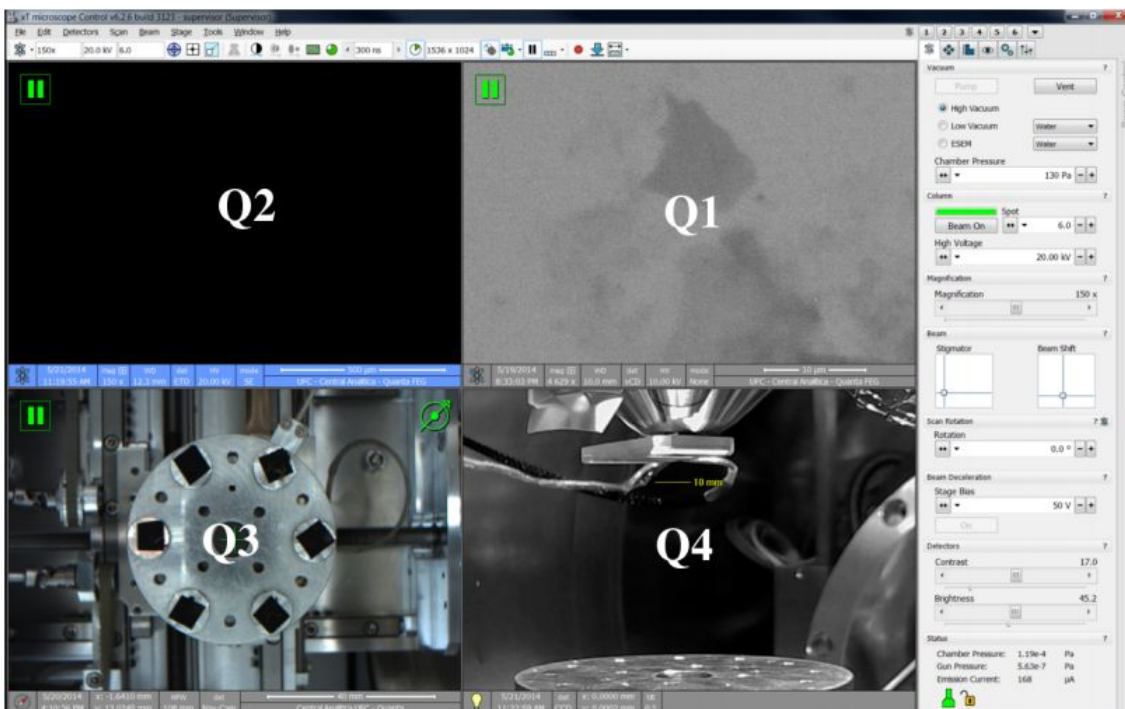
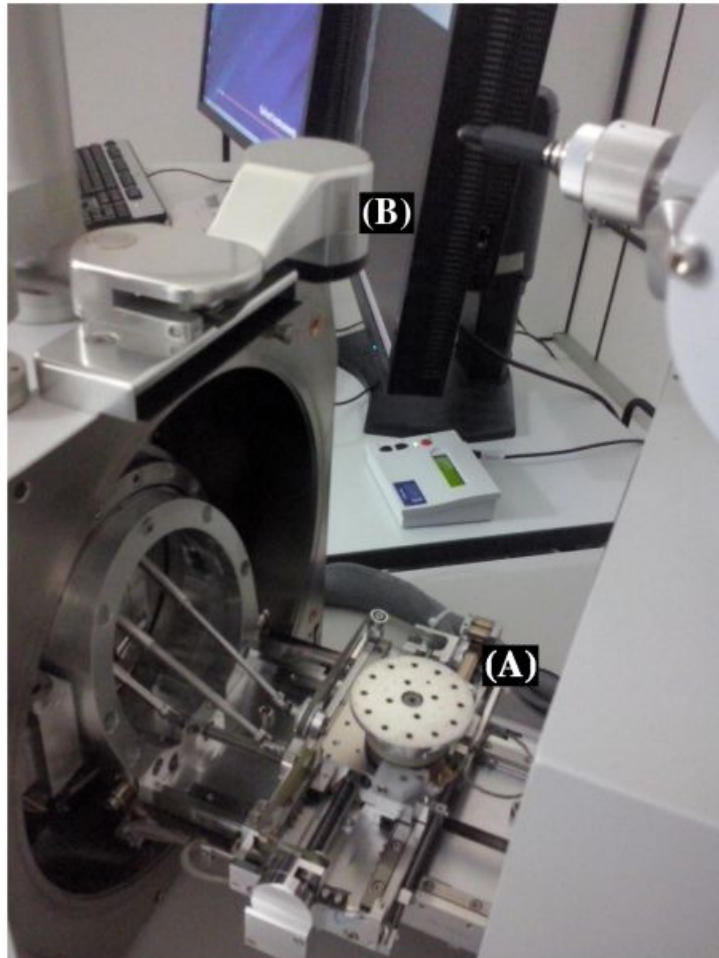
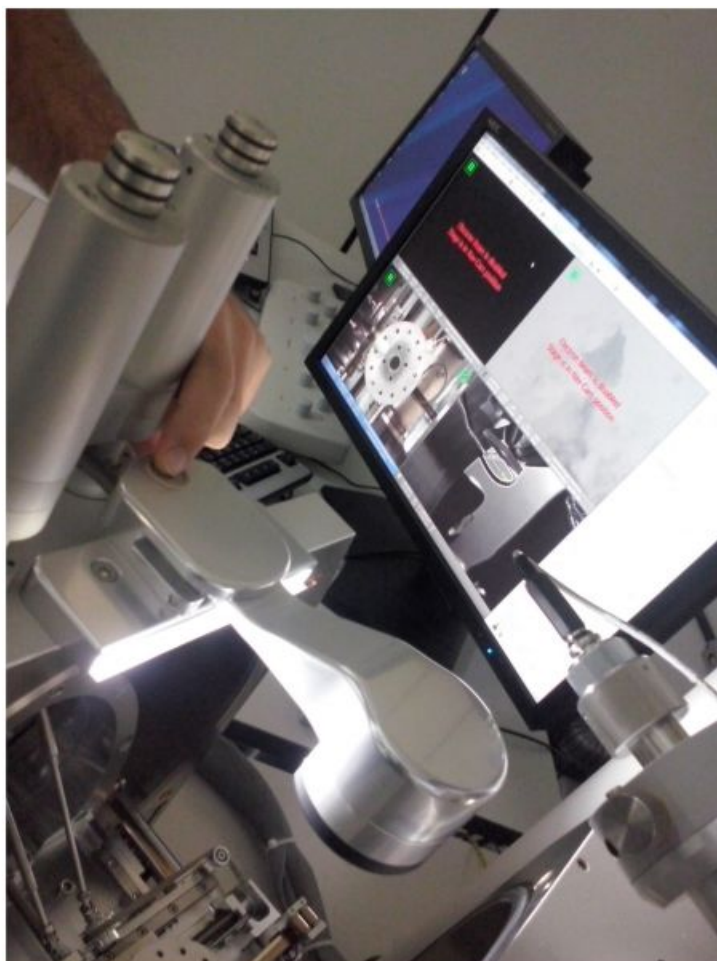

Figura 4. Descrição básica da interface do *XT Microscope control*.
Figura 9. Interior da câmara de amostras, ilustrando o porta amostras ou Estágio (A) e a câmera digital (B).
Figura 10. Câmera digital, posicionada para obtenção de fotografia da vista superior do porta amostras.
- ✓ A figura 4 apresenta uma visão geral da interface do programa do controle microscópio (*XT Microscope Control*).
- ✓ Conforme a Figura 4, a tela exibirá uma imagem em quatro quadrantes onde:
✓ A figura 9 mostra o interior da câmara de amostras e alguns elementos importantes.
- ✓ **Recurso:** Gire a câmera digital (identificada na figura 9) e fotografe o porta amostras apertando o botão conforme mostra a figura 10. Após tirada a fotografia, ela irá mostrar a vista superior do porta amostra no quadrante Q3 (ver figura 4), este recurso facilita a localização das amostras durante a utilização do microscópio.